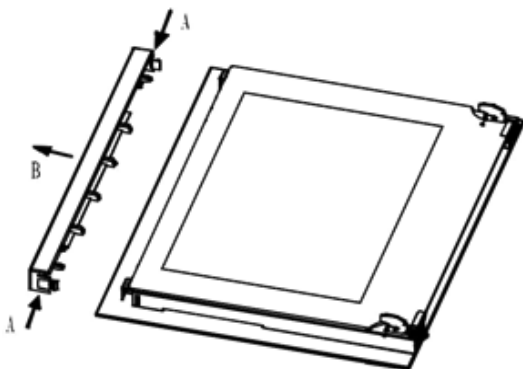

Рис. 7
1. Нажмите на кнопку на левой и правой частях дверцы, извлеките верхнюю планку (Рис. 7)